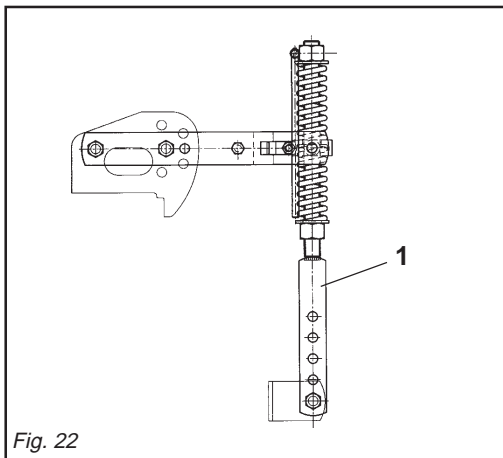

Fig. 22
- 2- Il martinetto a molla (1 Fig. 22) oltre a sostenere la lamiera livellatrice ed ammortizzarla nel trasporto su strada, serve a evitare il ribaltamento della macchina durante il parcheggio.
- 2- Besides supporting the levelling plate and acting as a shock absorber for it during road transport, the spring ram (1 Fig. 22) prevents the machine from overturning when parking.
- 2- Die Federwinde (1 Abb. 22) trägt nicht nur das Planierschild und dient beim Straßentransport zur Dämpfung von Stößen, sondern sie soll auch verhindern, daß die Maschine während des Parkens umkippt.
- 2- Le vérin à ressort (1 Fig. 22) sert de soutien à la tôle de nivellement et de suspension pendant le transport sur route, pour éviter le basculement de la machine lors du stationnement.
- 2- El gato de resorte (1 Fig. 22), además de sostener la chapa de nivelación y protegerla durante el transporte en carretera, sirve para evitar el vuelco de la máquina durante el estacionamiento.